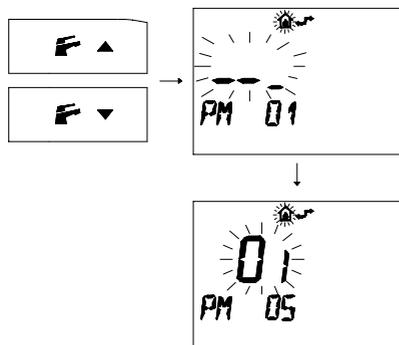

Figura 8.14
- Premere i pulsanti  e  per visualizzare la programmazione "PM05" Tipo gas primo livello (Figura 8.14).